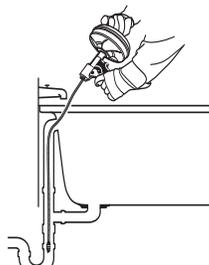

Figure 4
- En retirant la platine et le mécanisme du trop-plein de la baignoire (Figure 4).